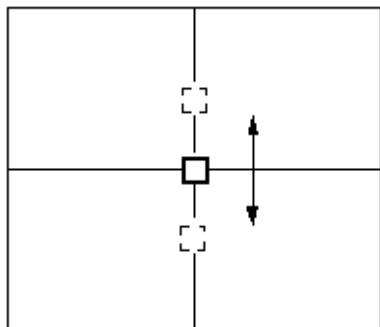

图 2：字符垂直相位调整
- b、字符垂直方向相位调整，见图 2：将光标上下移动到屏幕垂直中心位置。